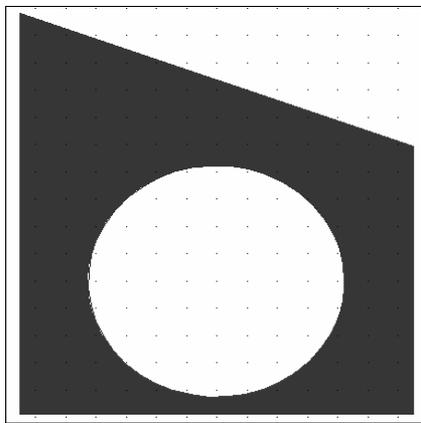

图 12-8 固定铜箔边框的一个顶点
(4) 单击鼠标左键固定铜箔边框的一个顶点，如图 12-8 所示。